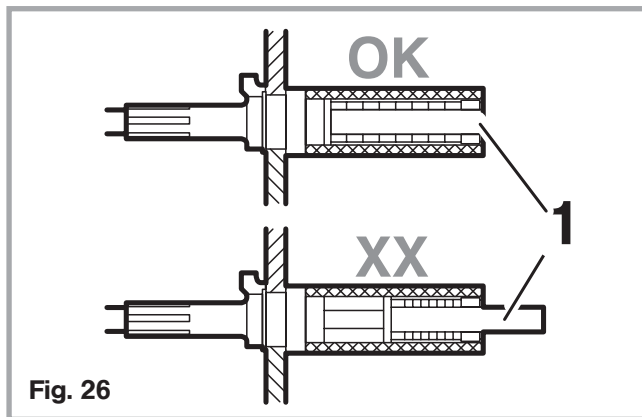

Fig. 26
- Il perno di controllo (1) posto sul dispositivo di attivazione non deve sporgere dalla guida (colore rosso). (fig. 26).
**Se il perno di controllo (1) sporge dalla guida (colore rosso), le operazioni di aggancio non sono state correttamente eseguite e vi è pericolo di incidenti.**